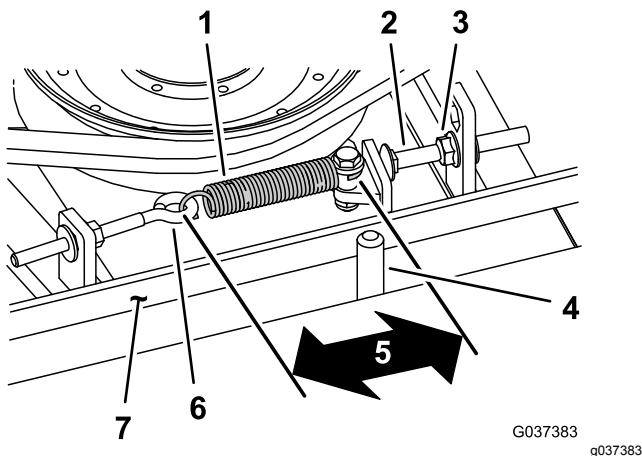

Bild 75
Bei richtiger Spannung sollte die Messung innen an der Verlängerungsfeder (Haken zu Haken) ungefähr $8,3 \text{ cm} \pm 9,5 \text{ cm}$ betragen. Wenn die Federspannung richtig ist, stellen Sie die Anschlagsschraube (Schlossschraube) ein, bis der Abstand zwischen dem Schraubenkopf und dem Spannarm ungefähr 2-5 mm beträgt (Bild 75).
Hinweis: Achten Sie darauf, dass der Riemen auf der Federseite der Riemenführung positioniert ist (Bild 75).
2. Lösen Sie den Augenbolzen, um die Verlängerungsfeder abzunehmen (Bild 75).
3. Lösen Sie die Bundmutter, mit der die Anschlagsschraube an der Befestigungsnase befestigt ist, und schieben Sie die Spannscheibe vom Riemen weg, um die Riemen Spannung zu lösen (Bild 75).
9. Setzen Sie die Verlängerungsfeder (Bild 75) wieder in den Augenbolzen ein und spannen Sie den Riemen wie folgt: